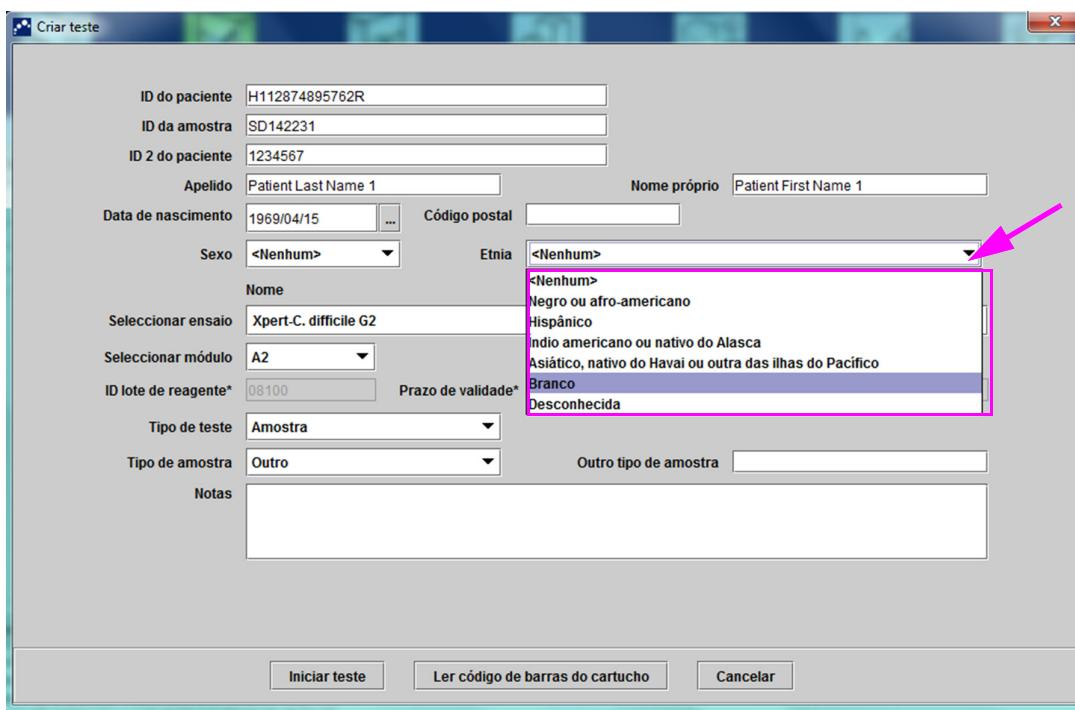

Figura 5-25. Caixa de diálogo Create Test (Criar teste) apresentando o campo **Etnia** (Etnia)
- B. **Ethnicity (Etnia)** - Clique na seta do menu pendente na caixa **Ethnicity (Etnia)** e seleccione a etnia correcta no menu pendente (consulte a figura 5-25).